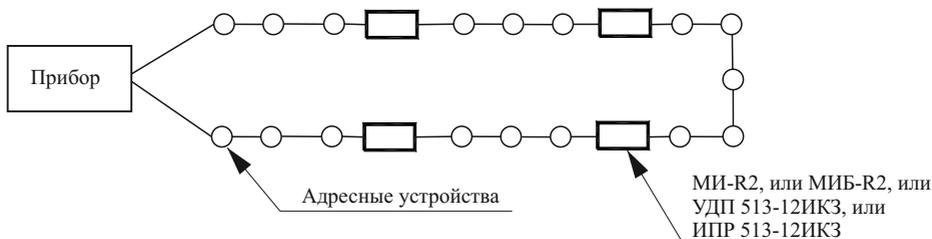

Рисунок 3
- разрывать кольцевую АЛС (рисунок 3) в двух местах установки изоляторов (как изоляторов в УДП, так и самостоятельных устройств). Это локализует участок между изоляторами и оставляет работоспособными участки АЛС между выходами прибора и сработавшими изоляторами;